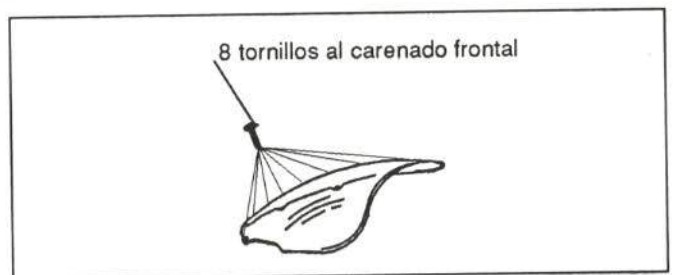

Figura 16.- Fijación de la cúpula
En la figura 16 se muestra su fijación
- Cúpula (figura 16)